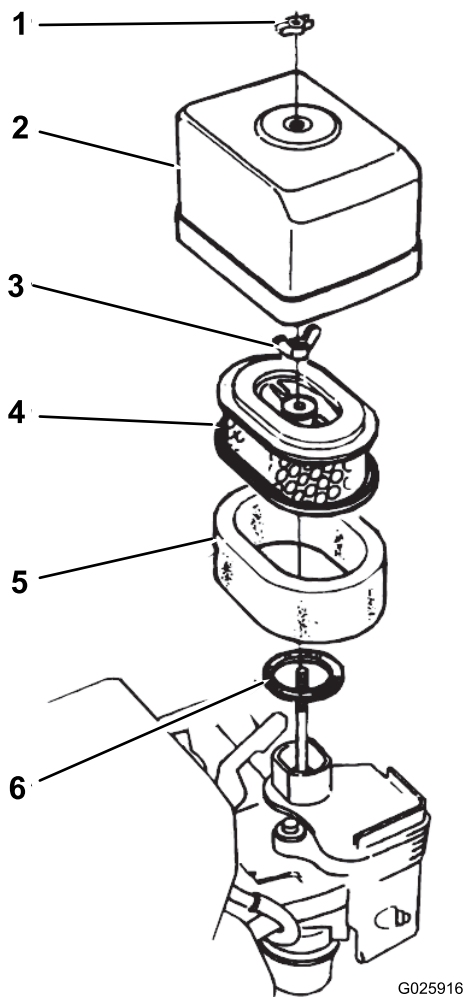

Bild 32
- Nehmen Sie die Flügelmutter ab, mit der die Luftfilterabdeckung am Luftfilter befestigt ist. Nehmen Sie dann die Abdeckung ab (Bild 32).
- Nehmen Sie die Flügelmutter vom Luftfilter ab und nehmen Sie den Filter heraus (Bild 32).
- Nehmen Sie den Schaumfilter aus dem Papierfilter (Bild 32).